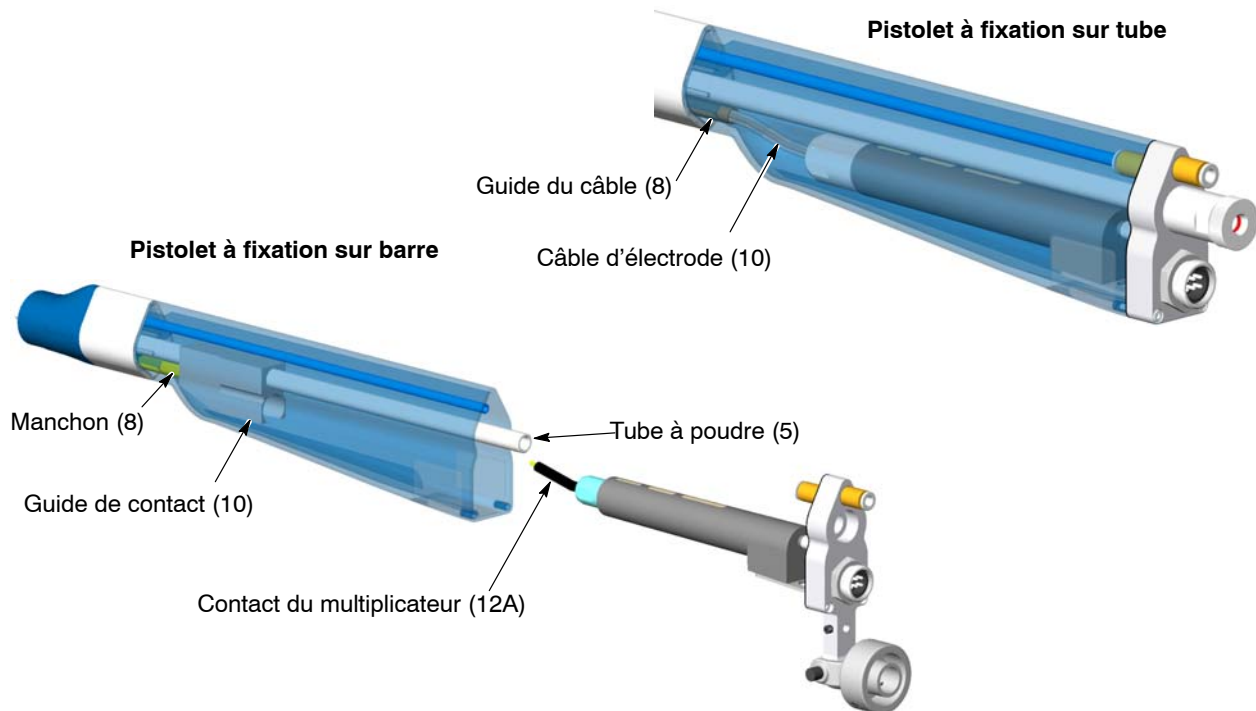

Fig. 34 Installation du multiplicateur : Étape 6
Pistolets à fixation sur barre : Voir la figure 34. Monter le guide du contact dans le tube à poudre depuis l'extrémité ouverte du boîtier du multiplicateur. Pousser le guide de contact dans le boîtier jusqu'à ce qu'il repose sur le manchon (8). S'il est bien en place, le contact devrait être visible dans l'extrémité ouverte du guide de contact.
Pistolets à fixation sur tube : Voir la figure 34. Lors de l'accouplement de l'ensemble dissipateur thermique/multiplicateur au boîtier, veiller à ce que le câble de l'électrode (10) coulisse librement à travers le guide du câble.
Pistolets à fixation sur barre : Voir la figure 34. S'assurer que la pointe du contact du multiplicateur (12A) coulisse dans le guide du contact (10) à l'intérieur du boîtier.